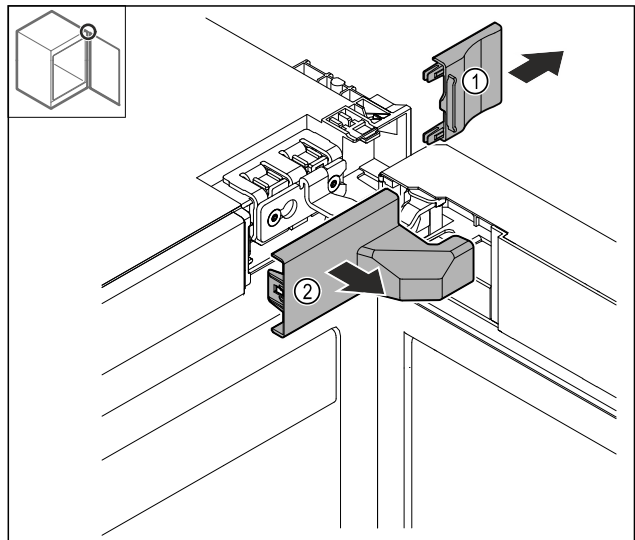

Fig. 6
- ▶ Abdeckung Fig. 6 (1) und dann Abdeckung Fig. 6 (2) entfernen.